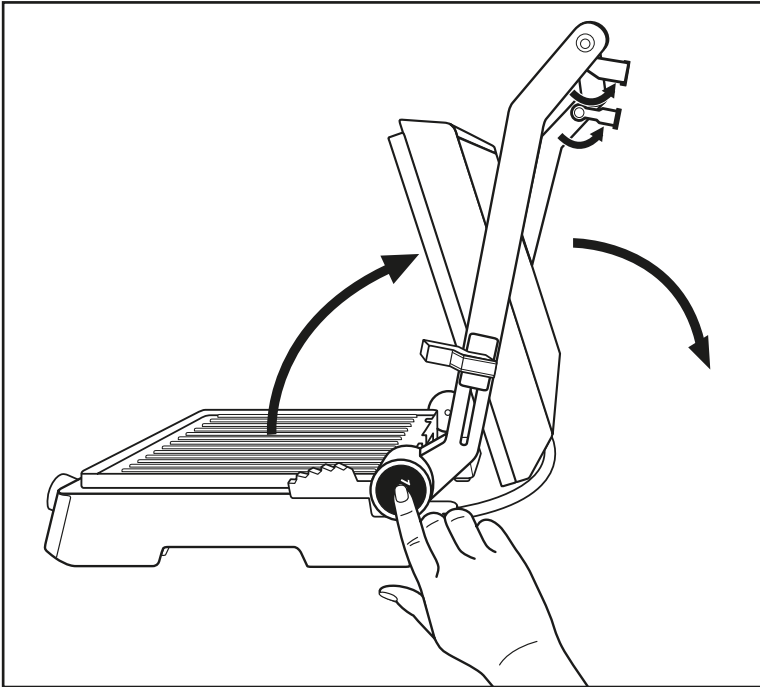

Fig. 1
- 1) Déliez les deux pieds ❶ (fig. 1)
- 2) Appuyez sur la touche de déverrouillage 180° ❸ (fig. 1) et ouvrez le couvercle de l'appareil de manière à ce que les deux plaques chauffantes ❷ puissent être utilisées comme gril de table.